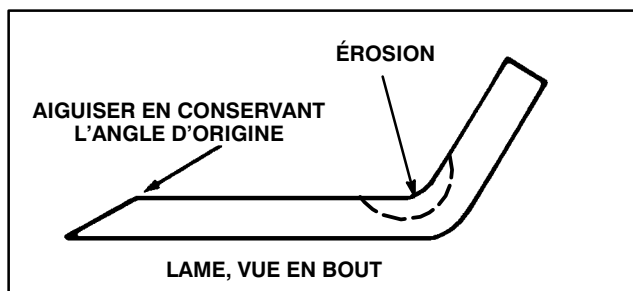

Figure 21
7. A l'aide d'une lime, aiguiser le tranchant aux deux extrémités de la lame (Fig. 21).
Vérifier la lame de coupe chaque fois que la machine est dressée sur l'arrière. Si le boulon de fixation de la lame est desserré, le serrer à 61-81 Nm. Remplacer la lame ou le bord relevé (Fig. 21) à l'extrémité de la lame s'il est usé, érodé ou fendu. Remplacer la lame si elle est tordue. Toujours utiliser les véritables lames de rechange TORO afin de garantir une sécurité et performance optimales. NE JAMAIS UTILISER D'AUTRES LAMES PRÉTENDUES COMPATIBLES.